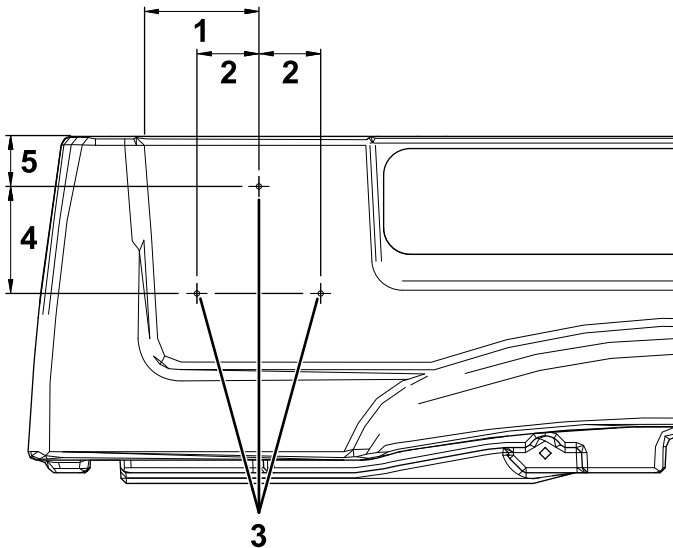

Figura 15
1. Pe partea stângă a platformei de încărcare, măsoară 136 mm de la marginea din dreapta a jgheabului și 60 mm în jos de la partea superioară a platformei de încărcare și marchează acest loc (Figura 15).
2. Măsoară 128 mm în jos de la orificiul marcat la pasul 1 și 74 mm la dreapta și stânga și marchează cele 2 locuri (Figura 15).
3. Realizai un orificiu de 5 mm la fiecare dintre cele 3 locuri marcate (Figura 15).